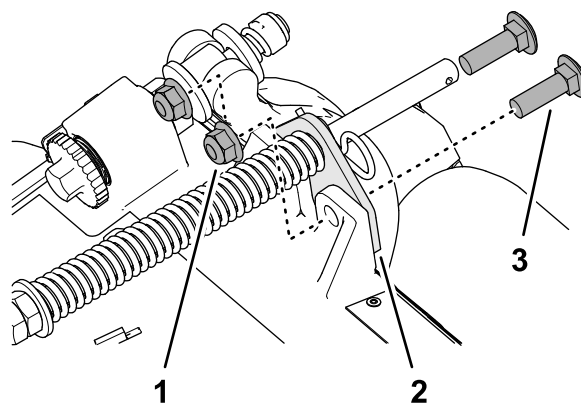

Рисунок 13
- Удалите 2 фланцевые контргайки (3/8 дюйма) и 2 каретных болта (3/8 x 1 1/4 дюйма), которые крепят кронштейн компенсатора состояния грунта к раме режущего блока (Рисунок 13).